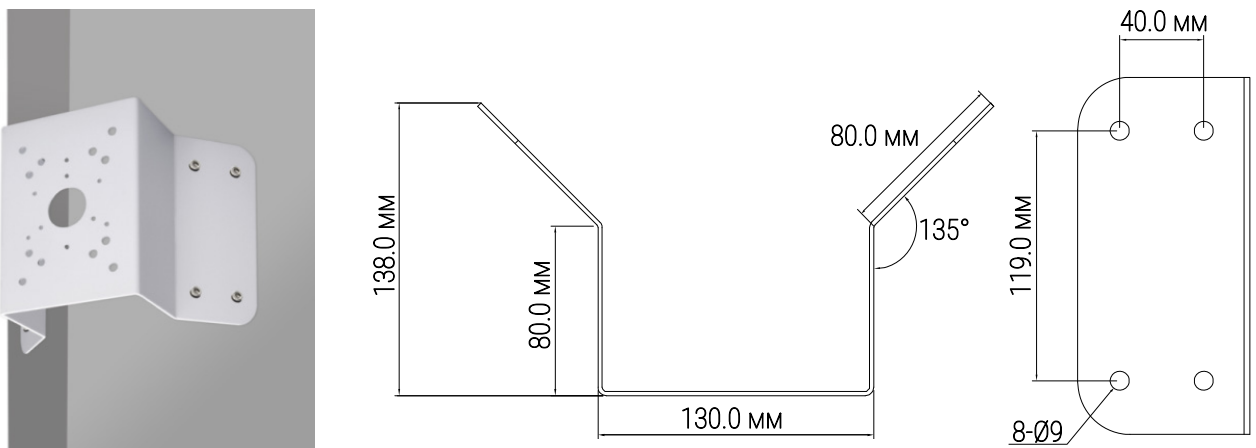

Рисунок 4.4 – Определение точек крепления кронштейна на установочной поверхности
1. Используя угловой кронштейн, отметьте точки крепления на установочной поверхности (Рисунок 4.4) и просверлите 4 отверстия (диаметр 8 мм, глубина не менее 65 мм) в установочной поверхности.